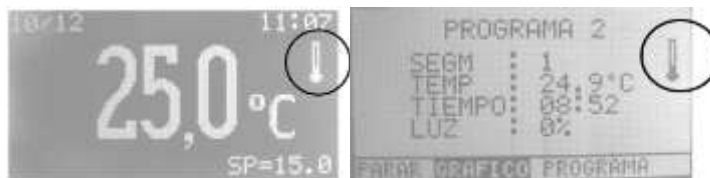

Fig.13
La señalización de la alarma consiste en el encendido intermitente del LED rojo de alarma (fig.1 (5)), la emisión de 4 pulsos sonoros y la indicación en el display correspondiente del signo de alarma por temperatura (fig.13).